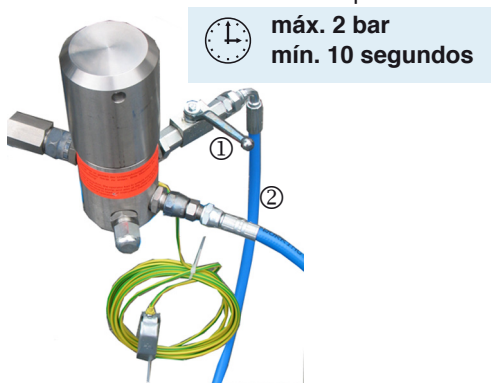

Imagen 5.1.2
- Coloque la manguera de descarga (Imagen 5.1.2, Pos. 2) en el depósito "B" y asegúrela para que no se deslice involuntariamente.
- Abra la llave de cierre del aire comprimido (Imagen 5.1.2., Pos. 1).
- Vuelva a cerrar la llave de descarga (Imagen 5.1.2, pos. 1).